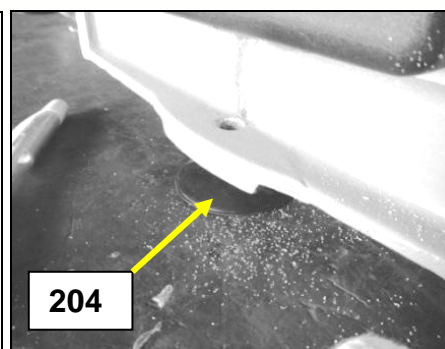

Fig 4
Il est également recommandé de mettre un tapis de mousse caoutchouc entre la machine et le plateau, ou d'utiliser les 4 patins caoutchouc (204) livrés avec la machine (Voir Fig 4).